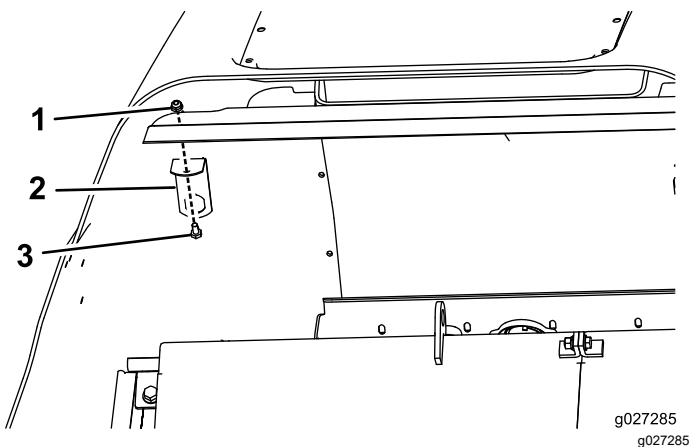

Figura 3
4. Instale el soporte de la cerradura, según se muestra en Figura 3.
9. Instale el soporte de la cerradura en el bastidor (Figura 3).